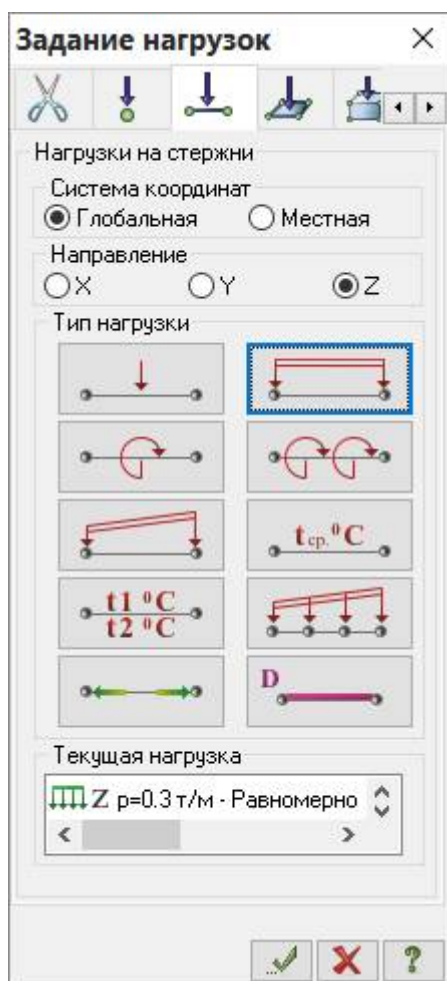

Рис.19.19. Диалоговое окно **Задание нагрузок**
Нагрузки на узлы и элементы задаются с помощью диалогового окна **Задание нагрузок** (рис. 19.19), которое вызывается после выбора одной из команд раскрывающегося списка **Нагрузки на узлы и элементы** (панель **Нагрузки** на вкладке **Создание и редактирование**).
- Вызовите диалоговое окно **Задание нагрузок** на закладке **Нагрузки на стержни** (рис.19.19) выбрав команду  – **Нагрузка на стержни** в раскрывающемся списке **Нагрузки на узлы и элементы** (панель **Нагрузки** на вкладке **Создание и редактирование**).